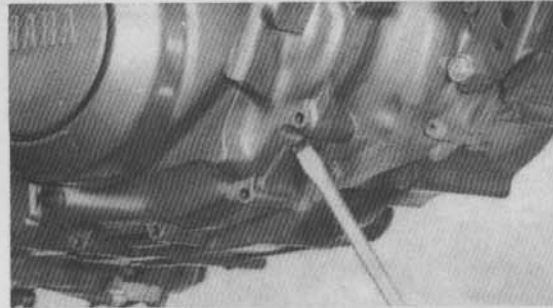

Bild 94
- Ölfilterdeckel (drei Innensechskantschrauben SW 5) und 10 Innensechskantschrauben SW 5 am Gehäusedeckel entfernen (Bild 93). Deckel abnehmen. Auf Verbleib der zwei Passhülsen achten. Falls schwergängig, vorsichtig an Montageschlitz (Bild 94) und seinem diagonalen Gegenüber hebeln. Eventuell Gummihammer zu Hilfe nehmen.